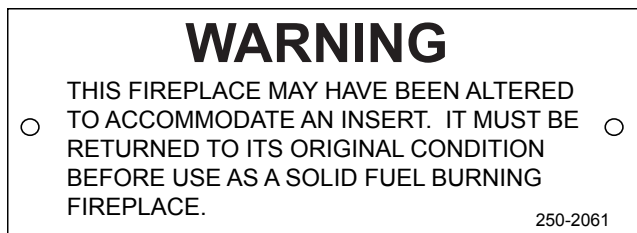

Figure 16.1
- L'étiquette métallique permanente de mise en garde fournie dans l'ensemble de composants doit être apposée à l'arrière du foyer, avec des vis ou des clous, stipulant que le foyer pourrait avoir été modifié pour accommoder le foyer encastré et doit être remis à son état original en vue d'une utilisation comme foyer conventionnel (**Figure 16.1**)